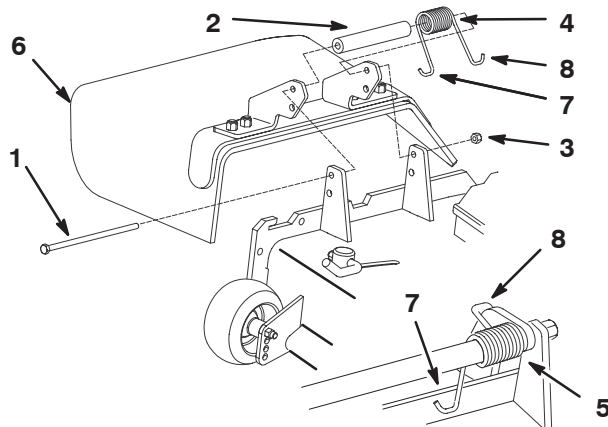

Bild 39
- Entfernen Sie die Sicherungsmutter, Schraube, Feder und das Distanzstück, mit denen das Ablenkblech an den Mähwerkbügeln befestigt ist (Bild 39). Entfernen Sie defekte oder abgenutzte Ablenkbleche.
- Legen Sie das Distanzstück und die Feder zwischen die Ablenkblechhalterungen (Bild 39). Positionieren Sie das linke Hakenende der Feder hinter der Kante des Mähwerks.
Hinweis: Stellen Sie sicher, dass sich das linke Hakenende der Feder hinter der Mähwerkkante befindet, bevor Sie die Schraube einführen, siehe Bild 39.
- Setzen Sie die Schraube und Mutter ein. Legen Sie das rechte Hakenende der Feder um das Ablenkblech (Bild 39).